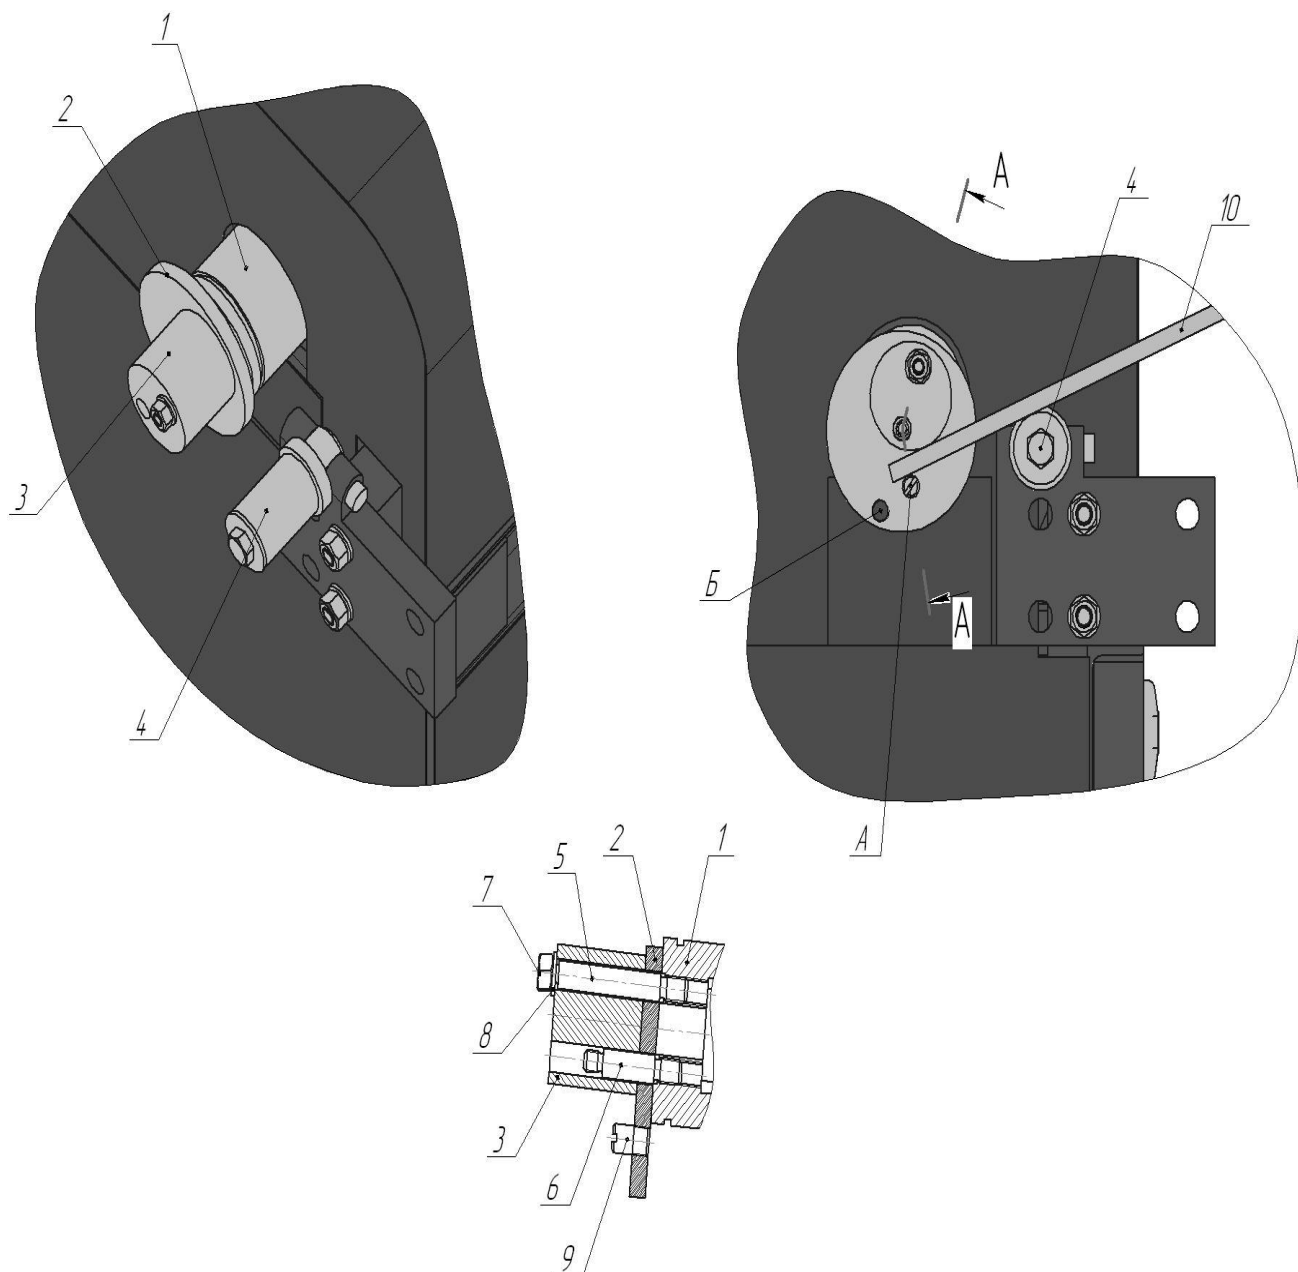

Рис.19 Монтаж дополнительных приспособлений для операции по изготовлению колец.
15.2. Произвести монтаж дополнительных приспособлений рис.19.
15.3. Установить заготовку 10 рис.19.